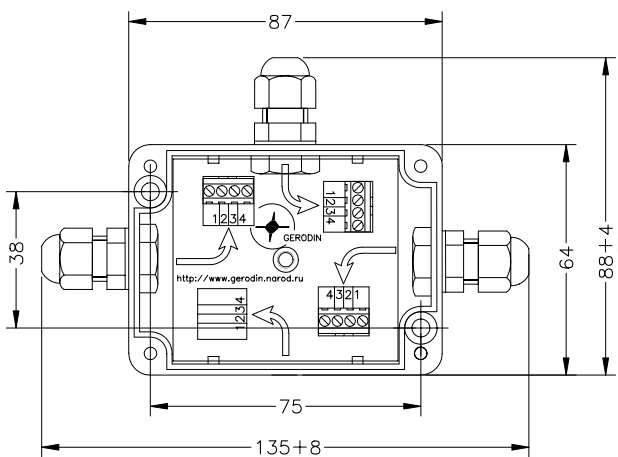

Рис. 3. РП-3-а.
- 7.3. РП-3/4 предназначен для установки на стену, на монтажную панель распределительного шкафа или на любую другую ровную поверхность при помощи двух саморезов или болтов. Расположение монтажных отверстий приведено на рис. 3...6.